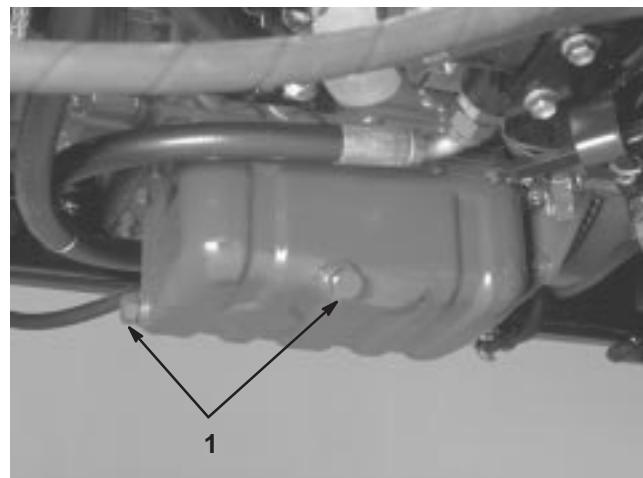

Figure 42
1. Enlevez l'un des bouchons de vidange (Fig. 42) et laissez s'écouler l'huile dans un bac de vidange. Remettez le bouchon quand toute l'huile s'est écoulée.